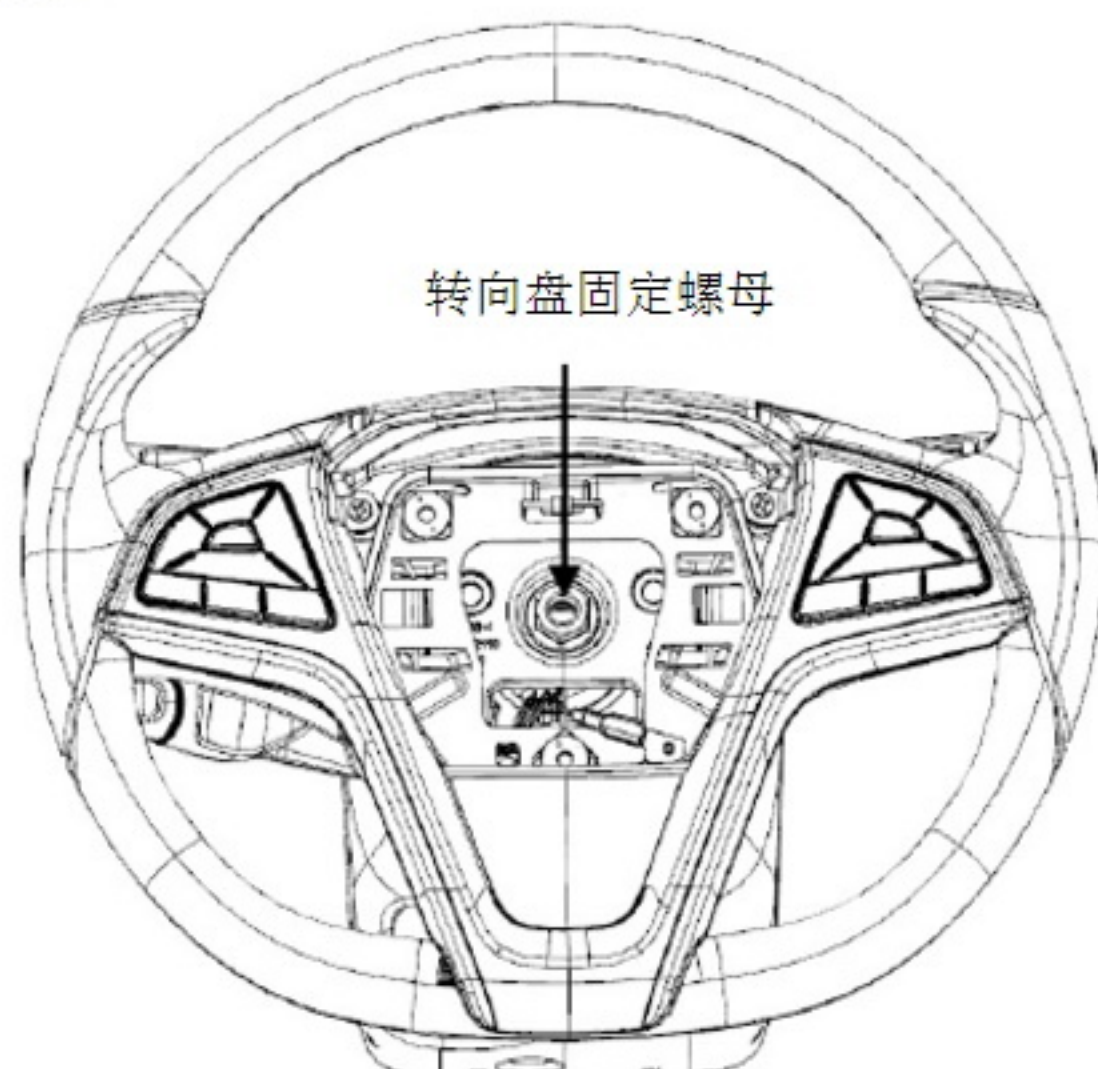

图5-3
- ①脱开线束接头。
- ②使用 14#套筒拆下转向盘固定螺栓，如图 5-3 所示。